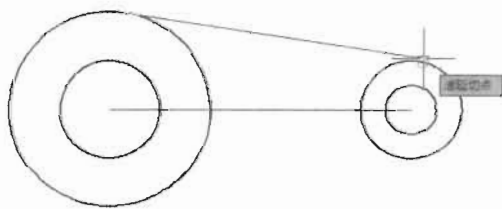

图 2-80
(7) 再次单击“对象捕捉”工具栏中的“捕捉到切点”按钮, 然后将光标置于大圆的合适位置, 待其出现“递延切点”捕捉提示之后单击鼠标左键, 如图 2-80 所示。